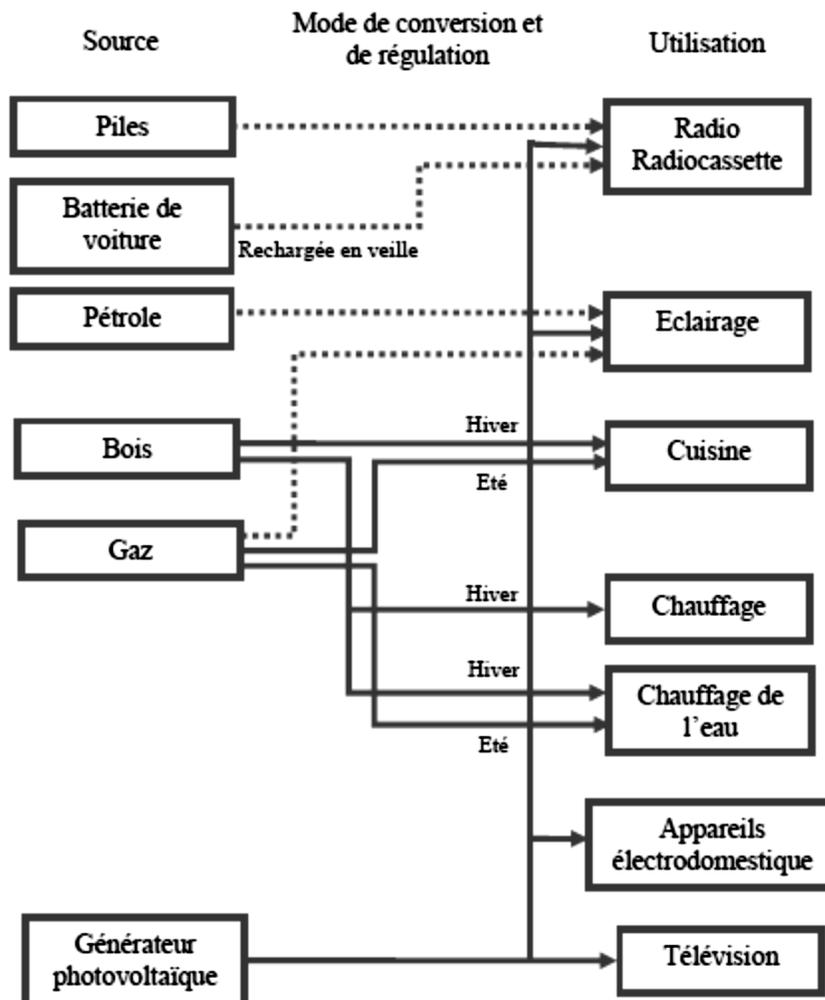

Figure 1 : Système énergétique d'une habitation peu fréquentée comprenant un équipement photovoltaïque
Cette situation est résumée dans la figure 1 qui décrit le système énergétique généralement utilisé dans les habitations
- Remplacer certaines sources d'énergie. En priorité, il convient de limiter au maximum l'usage des piles (pour utilisation de secours exclusivement). Mais, la consommation du gaz et du pétrole peut également être notablement diminuée. Le système énergétique est alors décrit par la figure 1.